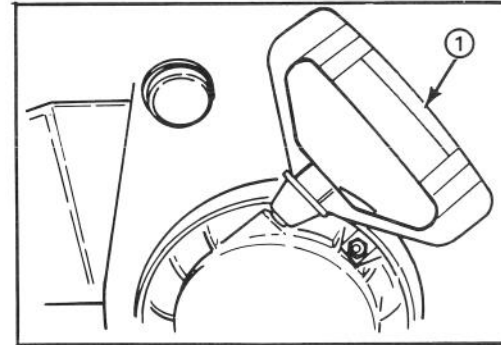

Figure 12
**Démarreur à cordon** (fig. 12)—Placé à l'arrière du moteur, il sert à mettre le moteur en marche.
6. Tirez sur la poignée du démarreur à cordon (fig. 12) lentement jusqu'à ce que l'engagement positif se produise; puis tirez d'un coup sec pour faire démarrer le moteur. Gardez une prise ferme sur la poignée du démarreur et laissez le cordon revenir lentement.